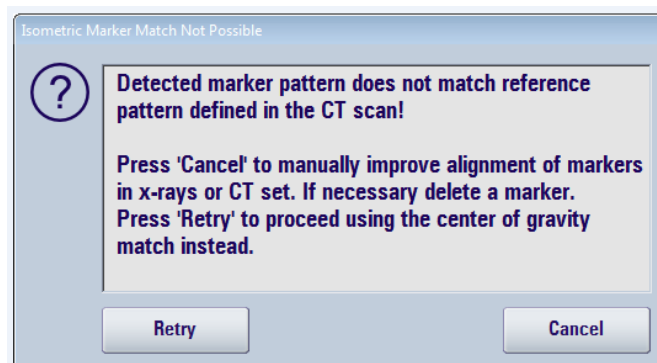

Figura 1. Finestra di messaggio con il suggerimento di ExacTrac Vero di passare alla “corrispondenza del baricentro”
- L'operatore accetta il suggerimento premendo il pulsante “Retry” (vedere Figura 1).